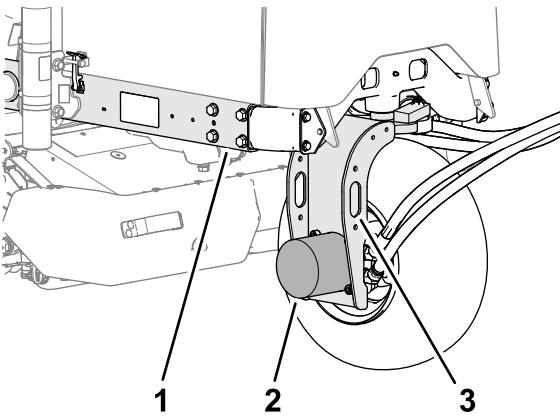

Bild 52
2. Befestigen Sie das Hebezeug an der Vergurtungssöse der Hinterradgabel (Bild 52).